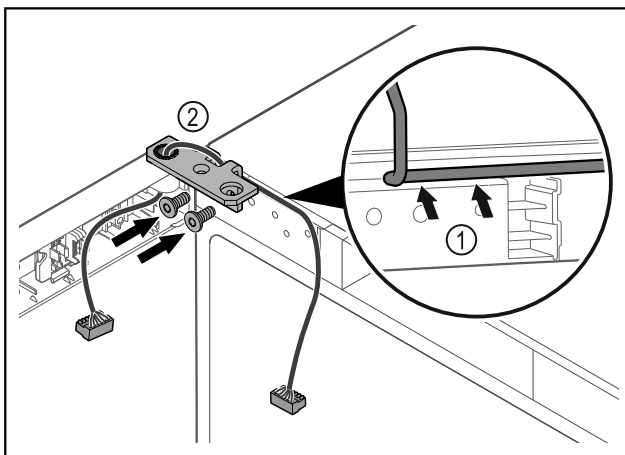

Fig. 58
- ▶ Проведите кабель через отверстие в шарнирном уголке и аккуратно уложите его Fig. 58 (1).
- ▶ Привинтите шарнирные уголки Fig. 58 (2).